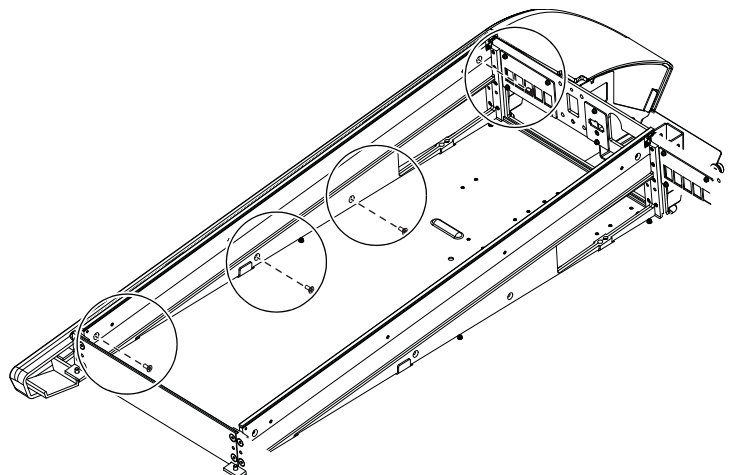

図 29. 左側のサイド・カバーを固定する
- 3 シャーシの内側から、同梱のフィリップスのフラットヘッドねじ4つを使って、サイド・カバーをフレームに固定します（図 29を参照）。